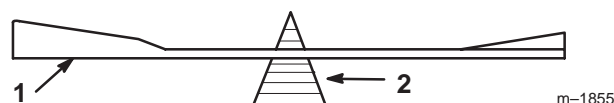
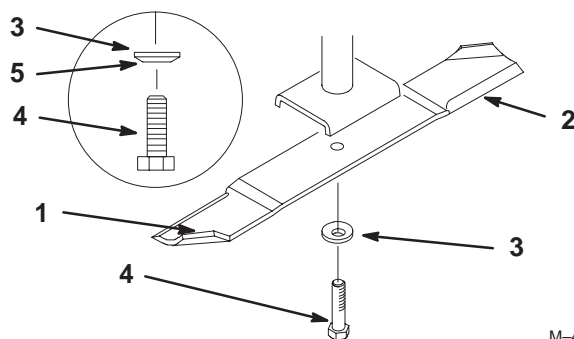

Figure 31
Figure 32
1. Tenez la lame à son extrémité avec un chiffon ou un gant épais. Retirez le boulon, la rondelle élastique et la lame de l'axe de la lame (Fig. 32).
2. Vérifiez l'équilibre de la lame en la plaçant sur un équilibreur (Fig. 31). Si la lame reste horizontale, elle est équilibrée et peut être utilisée. Si la lame est déséquilibrée, limez un peu l'extrémité de la partie incurvée seulement (Fig. 32). Répétez la procédure jusqu'à ce que la lame soit équilibrée.
1. Placez la lame sur l'axe (Fig. 32).
2. Installez la rondelle élastique et le boulon de la lame (Fig. 32). **Serrez le boulon à 115–150 Nm.**